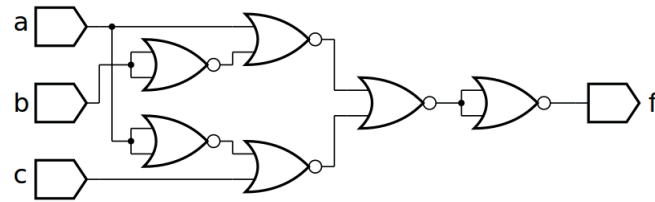
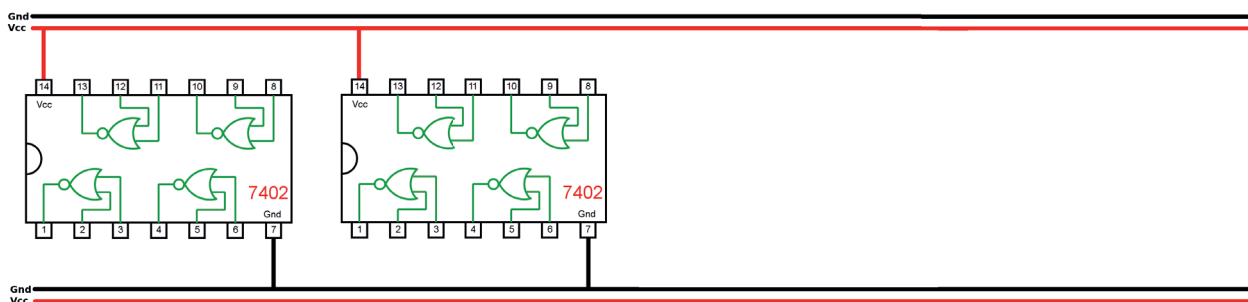

Figura 5.57 – Diagrama esquemático.
Figura 5.58 – Disposição dos componentes (TTL) para a placa de montagem.
1. Complete as ligações na figura 5.58 ou 5.59 de acordo com a figura 5.57.
5. Utilize um programa de simulação em computador (SmartSim, Atanua, Qucs) faça a simulação do circuito da figura 5.57. Compare os resultados com a tabela 5.23.
6. Escreva a equação booleana do circuito da figura 5.57 e simule no programa para o Arduino.